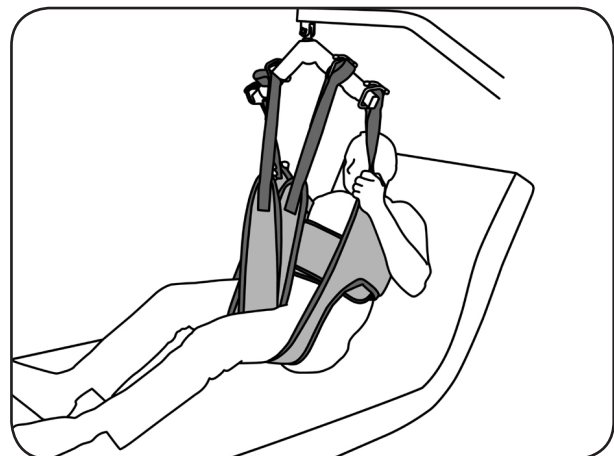

Abb. 8.2.03 – Liftergurt am Transportbügel befestigt
13. Heben Sie den Patienten mit dem aks-Patientenlifter an (Abb. 8.2.03). Beobachten Sie dabei den Patienten und die Straffung des Liftergurtes. Korrigieren Sie gegebenenfalls den Sitz des Liftergurtes durch erneutes Ablassen des Patienten und Verschieben der ungünstig sitzenden Teile des Liftergurtes. Beobachten Sie während des gesamten Hebevorganges ständig den Patienten und den Sitz des Liftergurtes. Heben Sie den Patienten nur so hoch wie nötig.